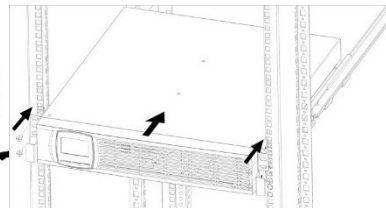

Abbildung 14: Montage im Rack
6. Befestigen Sie die Montagewinkel der USV-Anlage im Rack (s. Abbildung 14).